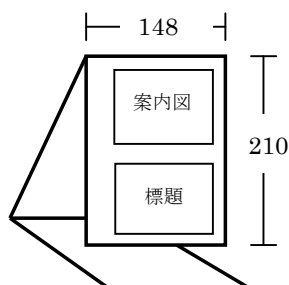

図1 図面の折り方(単位：mm)
- (1) 受注者は、工事完成後速やかに、完成図の原図、複写図面及びA3縮小図面一式をそろえて監督員に提出する。
- (2) 原図は、川崎市電子納品要領に基づき作成したCAD図面とし、電子媒体で提出する。なお、電子媒体の提出部数は水道工事電子納品特記仕様書によることを原則とする。
- (3) 前項により難しい場合の原図は、陽画焼及びスキャナーによる読込みに適する良質なトレーシングペーパー、またはこれと同等以上のものを用いる。
- (4) 複写図面及びA3縮小図面は、紙媒体で提出する。提出部数は、表1で示すほか、監督員の指示によるものとする。
- (5) 複写図面は、標題を表に出しA5判（148mm×210mm）に折りたたみ提出する（図1参照）。
- (6) ~~複写図面には、受注者の社判及び代表者印を右下裏に押印する。~~
- ~~(7) A3縮小図面の用紙は、100g/m2以上の良質なものを用いる。~~